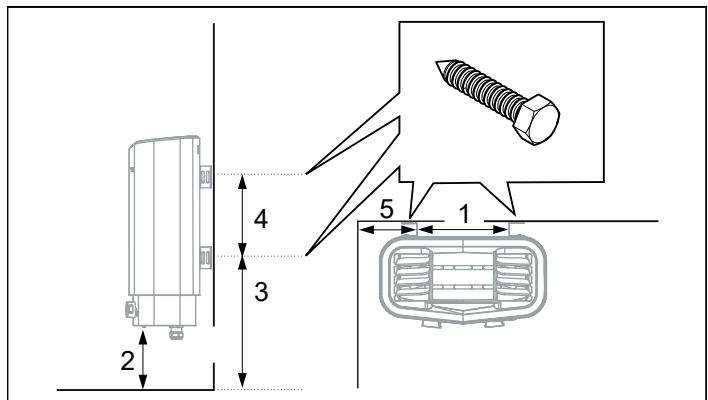

Fig 8: Måtsättning
6. Placera konsolskruvorna enligt måtsättning (se Fig 8).